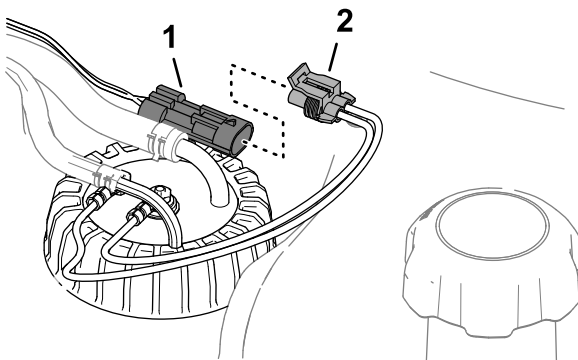

Figura 86
- Retire o conector de duas tomadas da cablagem da alimentação de combustível do conector de dois pinos da cablagem da máquina (Figura 86).